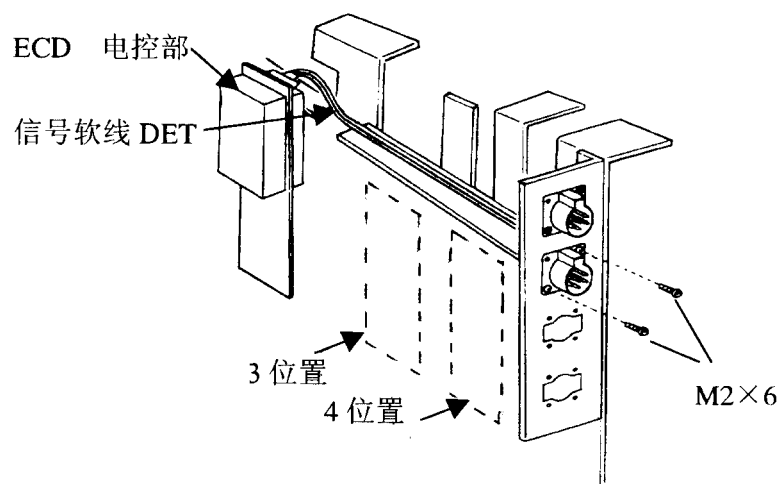

图 3.3 ECD 在检测器的 2 号位置安装时
(4) 按图 3.3 连接信号线 DET (221-41085-91)。